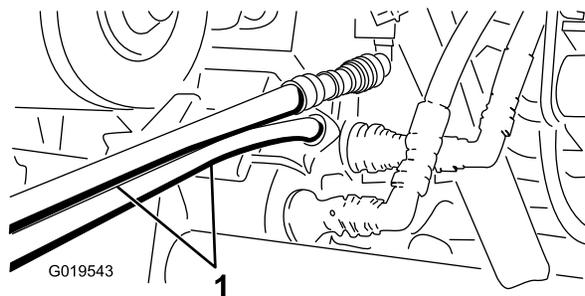

图78
5. 在另一台机器上将 2 个软管连接至仍在联轴器支架上的联轴器将顶部软管连接到顶部联轴器将底部软管连接至底部联轴器 图78。